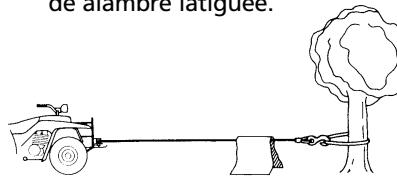

Figura 5
10. Es una buena idea poner una frazada pesada o abrigo sobre el cable de alambre cerca del extremo del gancho al tirar de cargas pesadas (Figura 5). En el caso de que el cable de alambre falle, la tela actuará como atenuador para evitar que el cable de alambre latigue.